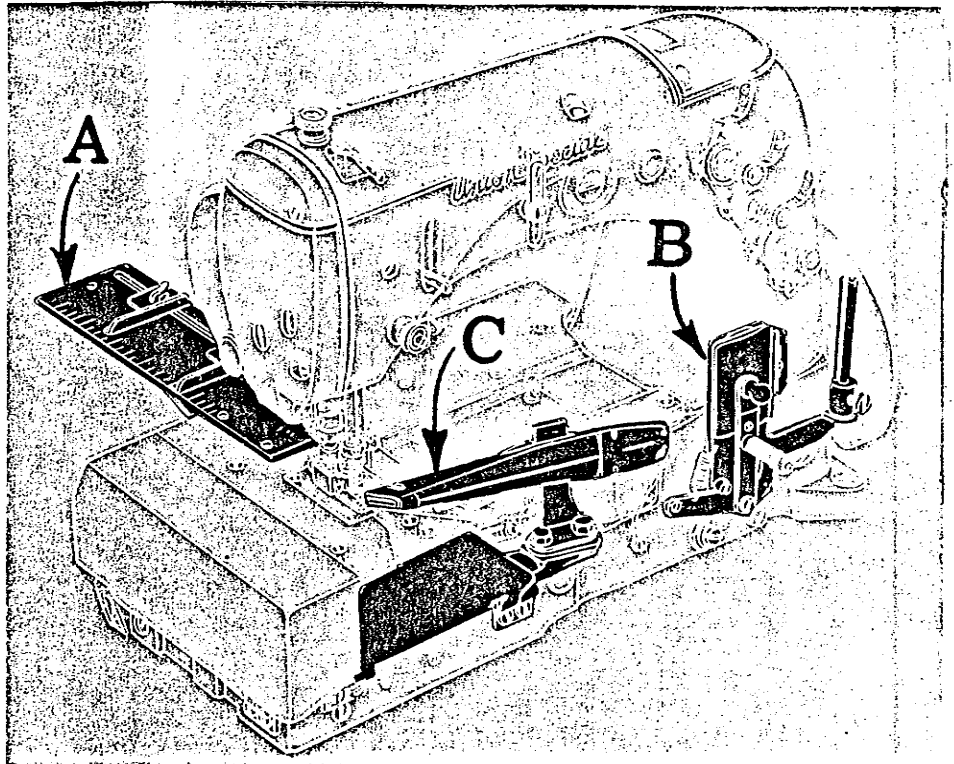

Fig. 59
Fig. 59 Los accesorios, dobladilladores y guías que mejoran la calidad; en algunas operaciones son imprescindibles. El calibrador de medición (A) (Pieza No. 21.198 K) ahorra tiempo y material y es fácilmente ajustable para prendas de tamaño diferente. El conjunto tensiador de la tira (B) (Pieza No. 23.306 AE) es para regular el grado de elasticidad presentado al dobladillo o pie prensatelas. El dobladillador (C) produce una costura ribeteada usada en muchas operaciones. Los dobladilladores están disponibles para tipos de costura con capacidades variables, para telas de peso diferente. Consulte el catálogo para los respectivos datos.